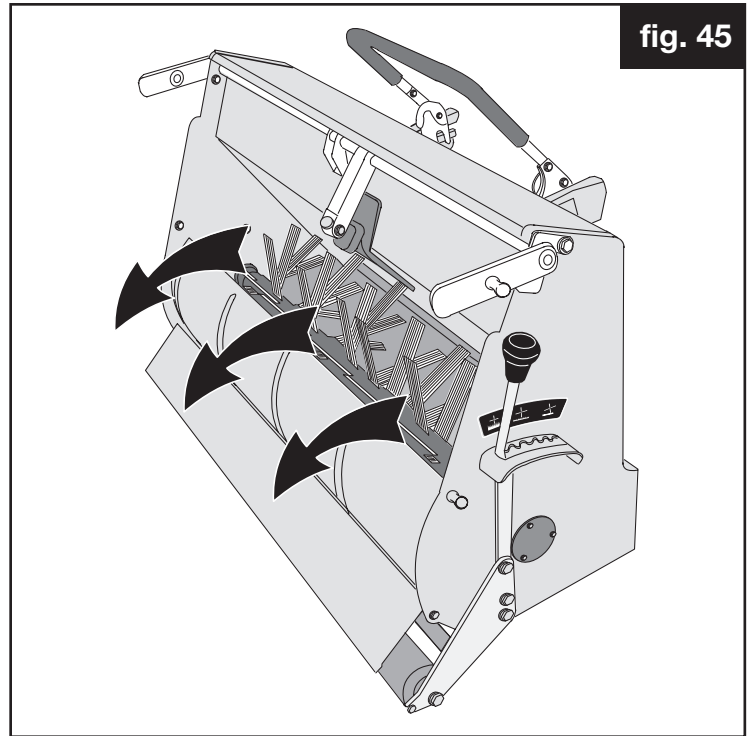

fig. 45
Ramassage de l'herbe (Fig. 45)
- ✓ La courroie de prise de force au balai ne soit pas montée à l'envers (Fig 45). Les brosses doivent tourner vers l'avant.